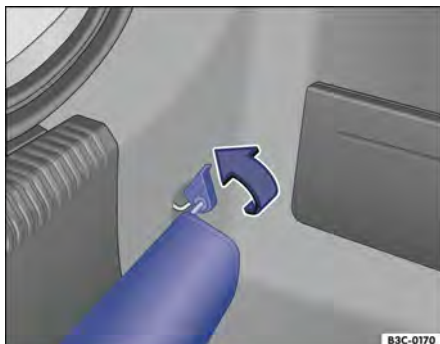

Fig. 183 No compartimento de bagagem: ponto de fixação para o pano de proteção do para-choque traseiro.
- Pressionar o suporte do pano de proteção por baixo sobre os olhais de amarração traseiros à direita e à esquerda → Fig. 183 (seta). Para isso, possivelmente será necessário aplicar uma força maior.